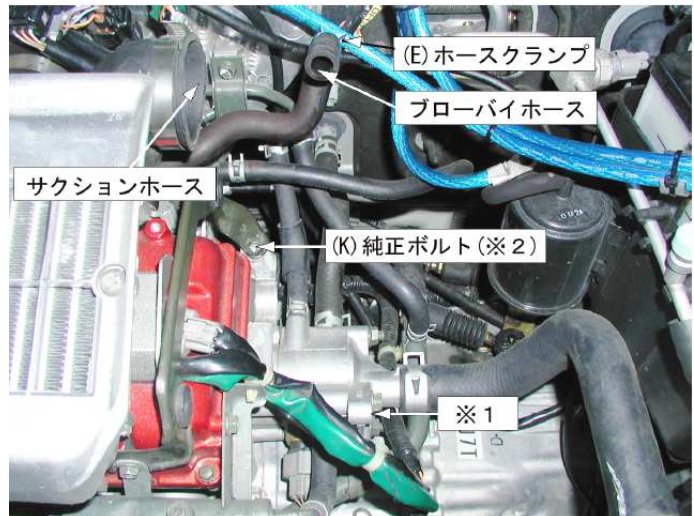

図3
7. (K)純正ボルトを緩めて取外しておいてください。(K)純正ボルトは再使用します。(P4の図3参照)